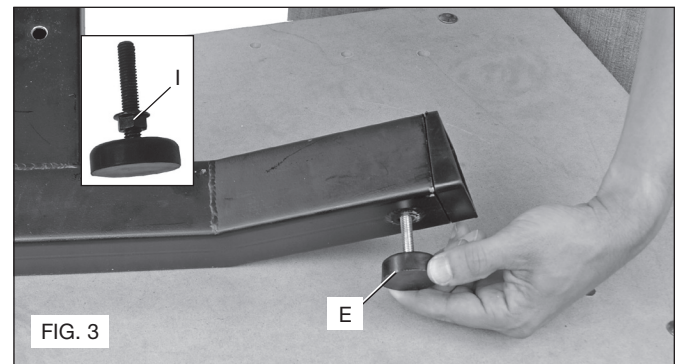

FIG. 3
1. Make sure jam nut (I) Fig. 3 (inset) is on the four rubber leveling feet as shown.
2. Screw in four rubber leveling feet (E) Fig. 3 into stand leg assemblies. Tighten all the way down. Height can be adjusted later.
1. Assurez-vous que les contre-écrous (I), fig. 3 (encadré), sont bien insérés sur les quatre pieds réglables en caoutchouc, comme illustré.
2. Vissez les quatre pieds réglables en caoutchouc (H), fig. 3, sur les pieds du banc. Resserrez à fond. La hauteur pourra être ajustée plus tard.